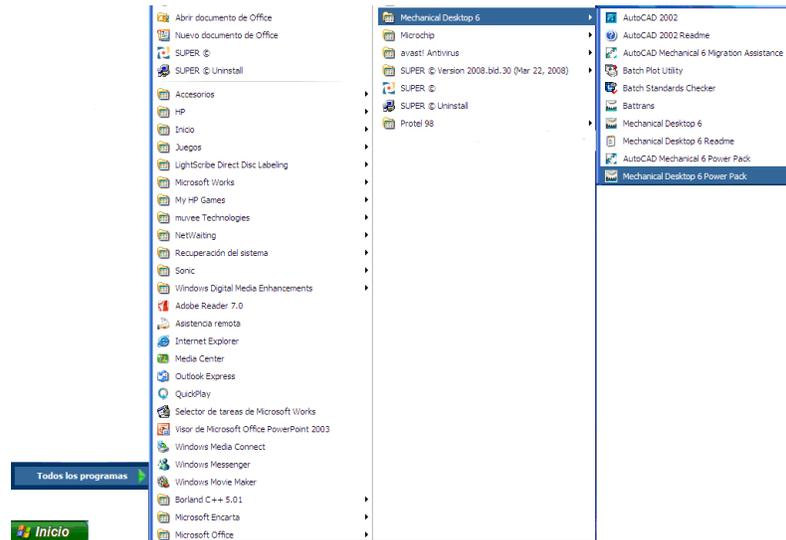

Figura 16
1. en el menú de inicio seleccione el icono de *Mechanical Desktop 6 Power Pack* como se muestra en la *figura 16*.